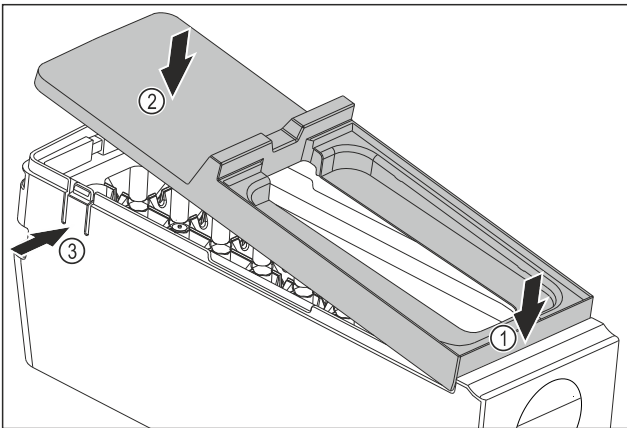

Fig. 115
- ▶ Смонтируйте крышку корпуса EasyTwist-Ice: Установите крышку спереди. Fig. 115 (1)
- ▶ Опустите крышку сзади. Fig. 115 (2)
- ▷ Крышка со щелчком фиксируется в накладках Fig. 115 (3).